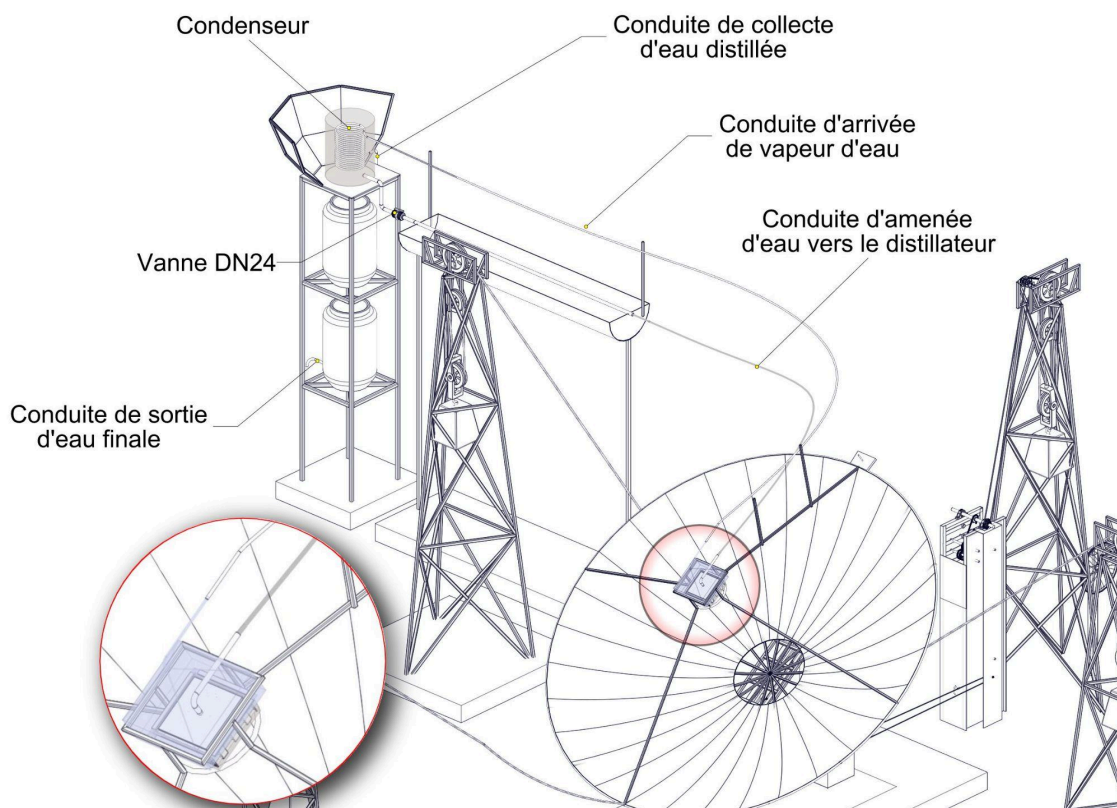

Figure 11 : Schéma d'installation de la tuyauterie
- Monter les organes de tuyauteries suivant la figure 11